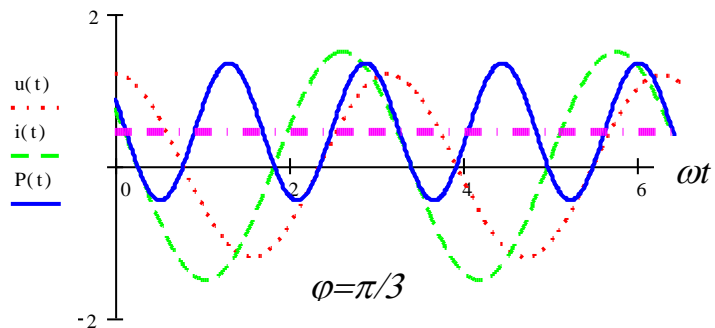

Рис.2
Заметим, что уравнение мгновенной мощности (3) представляет собой сумму двух слагаемых. Мощность, определяемая первым слагаемым, не зависит от времени, второе слагаемое – зависит: эта мощность изменяется периодически, причем с удвоенной частотой переменного тока  $2\omega$  (рис.2).